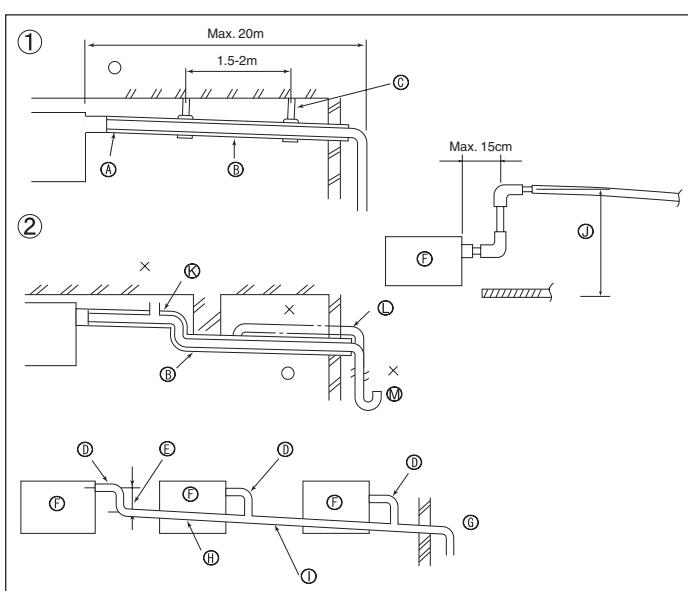

Fig. 5-1
5.1. Εργασίες Σωληνώσεων Αποχέτευσης (Fig. 5-1)
① Σωστή σωλήνωση
② Λανθασμένη σωλήνωση